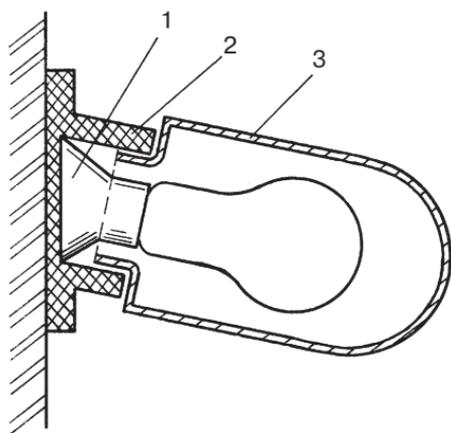

Рис. 59. Настенный светильник: 1 — стенной патрон; 2 — корпус; 3 — колпак
*Настенный светильник (рис. 59).* Он представляет собой корпус, к которому крепится стенной патрон. В корпусе имеется резьба, предназначенная для колпака из непрозрачного стекла. Светильники такого типа, как правило, навешивают во влажных и сырых помещениях (например, ванная комната или туалет).